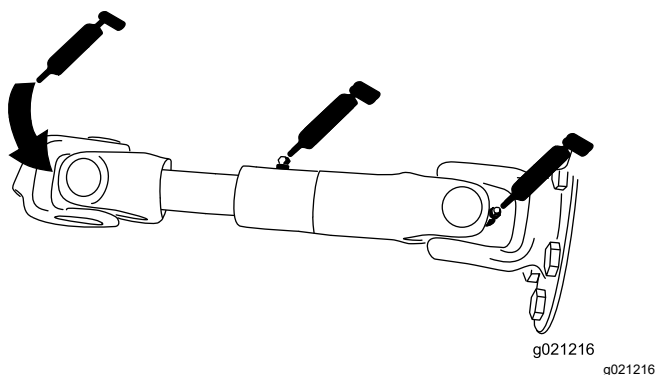

Figura 107
- Eje de transmisión de la bomba (3) (Figura 107)